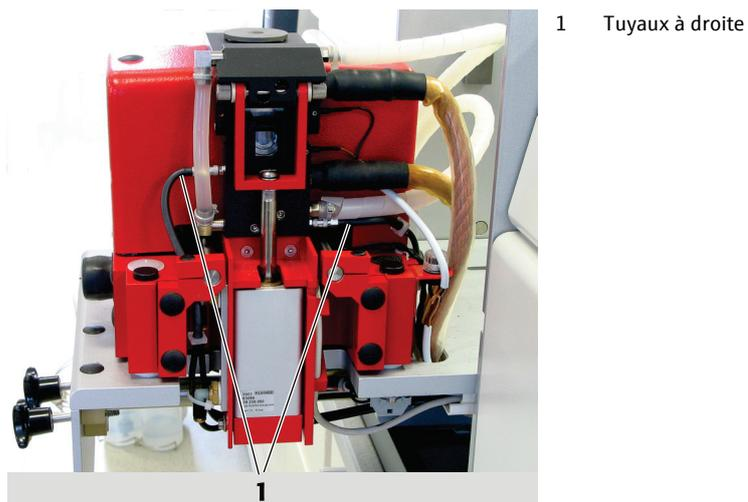

Fig. 48 Four sorti, côté droit
5. Brancher les tuyaux de gaz sur le côté droit du four (Fig. 48).